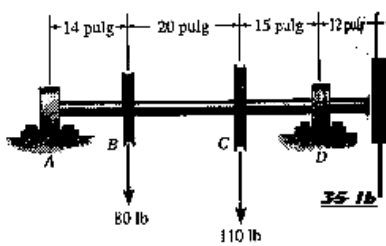

FIGURA 10.-
- 10.- Para la flecha que se muestra en la figura 10, calcule el diámetro requerido al 1/4 de pulg. más cercano si el esfuerzo admisible a flexión es de 7000 psi. Los cojinetes en A y D ejercen sólo reacciones verticales sobre la flecha. Las cargas actúan en B, C y E.